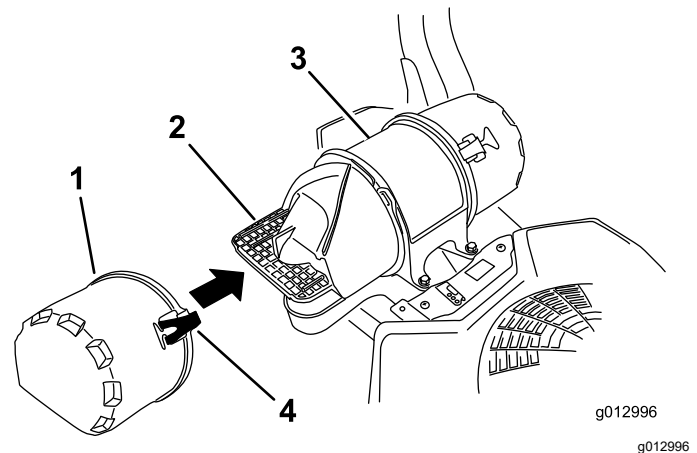

Figure 59
3. Ouvrez les dispositifs de verrouillage du filtre à air et séparez le couvercle d'entrée d'air du boîtier du filtre (Figure 59).
5. Reposez le couvercle d'entrée d'air et fixez-le avec les verrous (Figure 59).